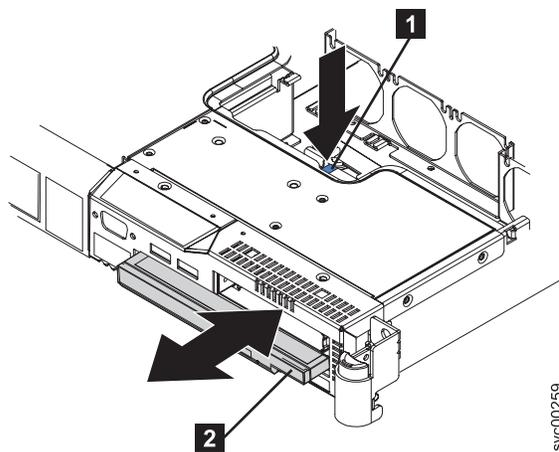

図 151. ダミーの CD/DVD ドライブを解放し、スライドさせて外に出す方法
3. ダミー CD/DVD ドライブ **2** を解放します。これを行うには、187 ページの図 151 に示すように、解放ボタン **1** を押し、このドライブを約 2 cm 外にスライドさせます。このドライブが動き出すようにするために、背面からこのドライブを押すことができます。覆いからはこのドライブを取り外さないでください。